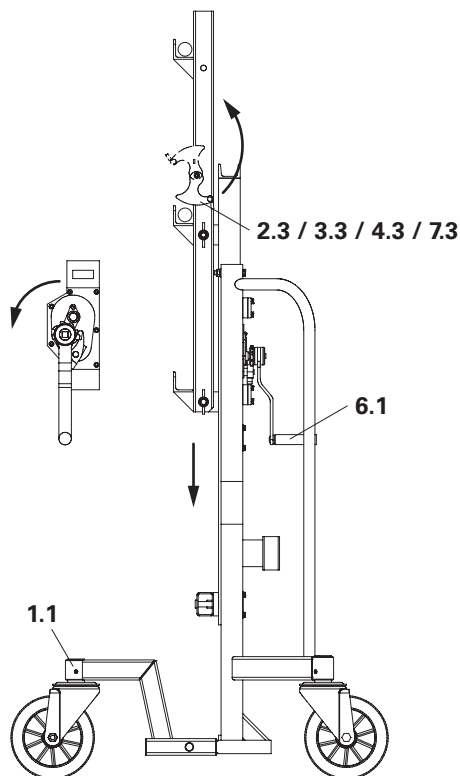

Fig. 34
5. Allontanare i carrelli con verricello a cremagliera. (Fig. 34)